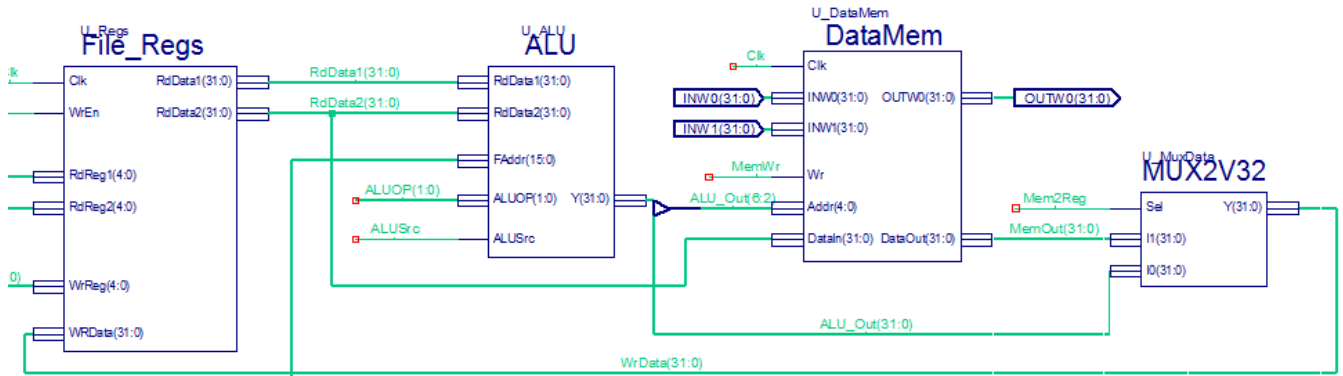

figura 7
2. **Continuați** desenarea MIPS conform figurii următoare. Dacă este necesar **editați simbolul** multiplexorului data pentru ca acesta să arate **exact** ca în figura 7. **Atenție la ordinea intrărilor** de date. De sus în jos ordinea este I1 și apoi I0.
3. Notați toate conexiunile și referințele ca în figura 7.